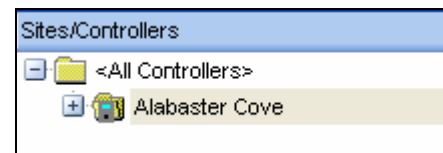

Figure 4.4.1
2. Highlight the site name (Figure 4.4.1).